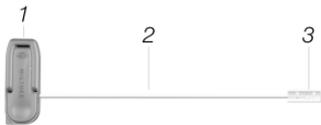
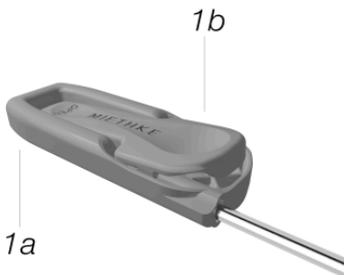

Fig. 1: Le Tunneller est composé d'une poignée (1) et d'une tige de Tunneller (2) avec protection de transport (3)
Fig. 2: Poignée, constituée d'une coque (1a) et d'un clapet de verrouillage (1b)
Le Tunneller est constitué de deux composants (fig. 1) : Une poignée (1) et une tige de Tunneller (2) dont l'extrémité accessible est dotée d'une protection de transport (3). La poignée (fig. 2) est en plastique et est composée d'une coque (1a) et d'un clapet de verrouillage (1b).
Le *Tunneller* de la société Christoph Miethke GmbH & Co. KG est configuré à la livraison avec la poignée dans le sens de la longueur et l'extrémité de tige pointue. L'extrémité pointue est équipée d'une protection de transport (fig. 1, pos. 3) qui doit être retirée juste avant l'utilisation. L'utilisateur peut configurer le *Tunneller* selon les spécificités anatomiques du patient et en fonction de la technique de tunnelage privilégiée dans le cadre des possibilités précitées.